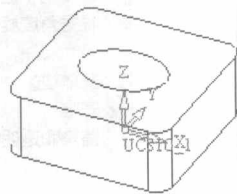

图 1-11
②【全局线段隐藏】: 模型以线框方式显示, 但不显示当前视角方向中被曲面遮挡的曲面的边界, 如图 1-11 所示。